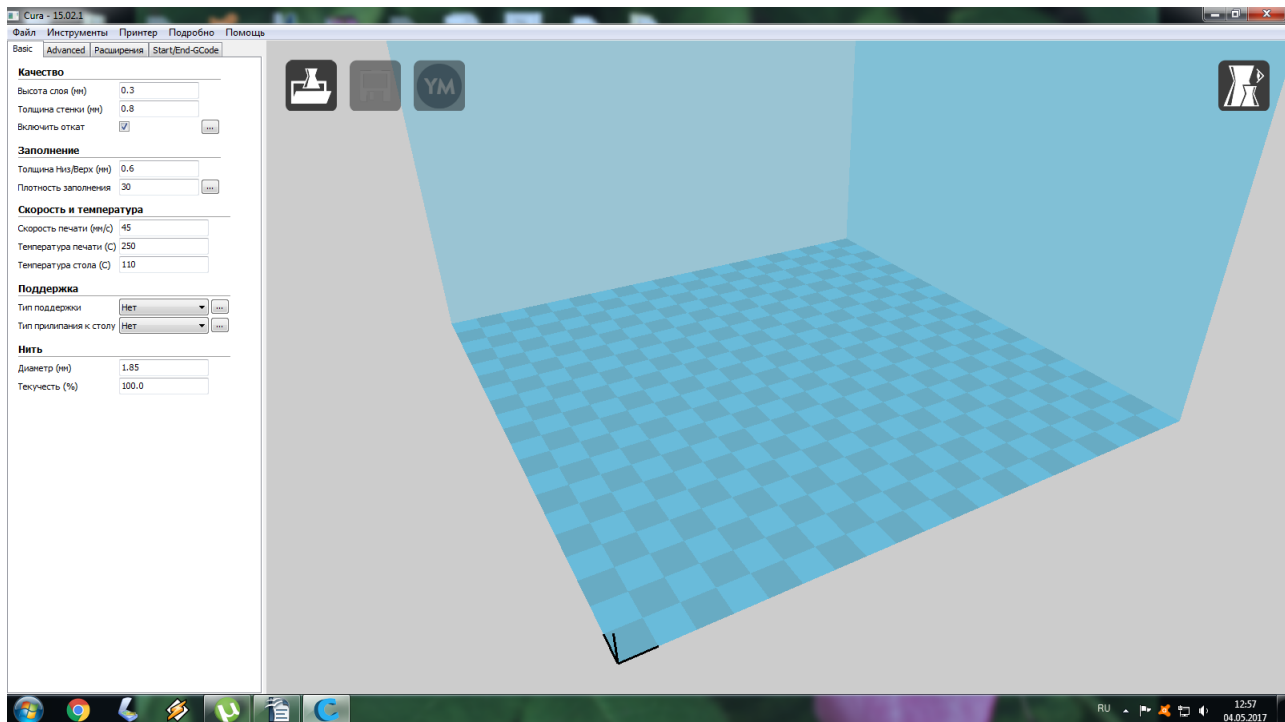

Рисунок 12. Программа «CURA» установлена.
12) Программа «CURA» установлена, рисунок 12